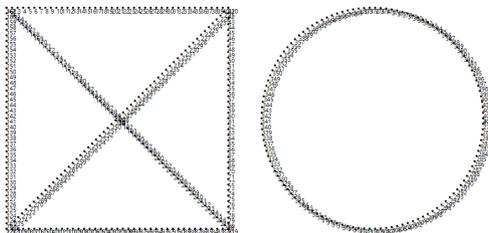

図 5.3.10b 図形ファイルを点に変換
操作方法：①図 5.3.10b に示すように、図形ファイルを点にします。